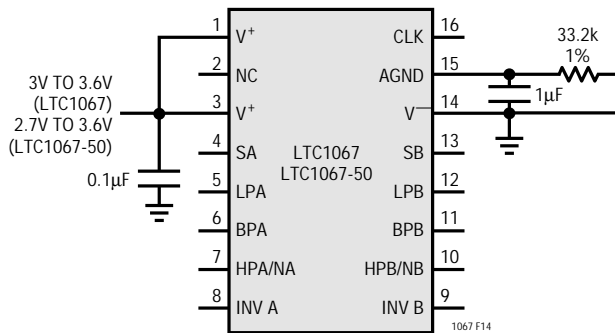

図14. 2.048Vフルスケールの3V/3.3V ADC用電源とAGND接続
2.048Vのフルスケール入力の3V/3.3V電源のADCと共に使用するために、抵抗でAGND電圧を調整する方法を図14に示します。前の回路と同様に、抵抗値は、フィルタへの2.048Vの入力信号がADCからフルスケール値を出し、0Vの入力信号が最低可能値を与えることを保証するように慎重に選ばれました。このアプリケーションの場合、電源はLTC1067-50フィルタでは2.7V以上、そして、LTC1067フィルタでは3V以上でなければなりません。